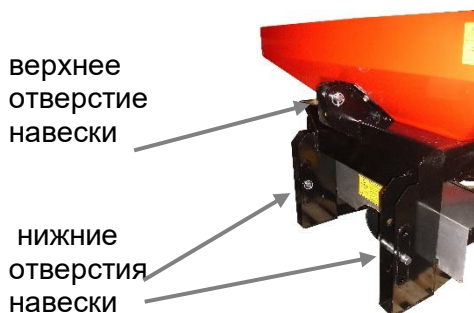

Рис. 5 Навеска на трактор.
1. Сначала вытяните пальцы на распределителе (рис.5) и освободите боковые винтовые раскосы нижних рычагов и поверните их до совпадения с отверстиями навески распределителя.